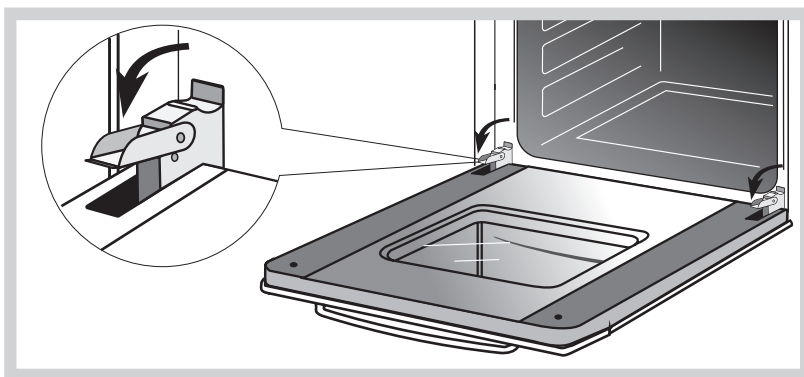

Рис. 31
- поднимите и поверните до упора рычаги, расположенные на двух шарнирах (рис. 31),